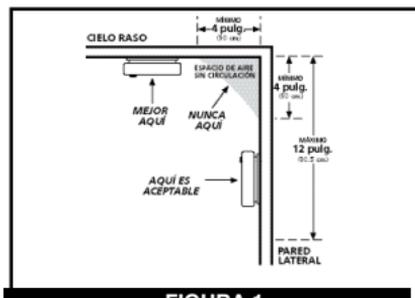

FIGURA 1
- Cuando instale una alarma en el cielo raso, colóquela a un mínimo de 4 pulgadas (unos 10 cm) de la pared lateral. (ver FIGURA 1).
- Cuando instale una alarma en la pared, use una pared interna, y ponga la parte superior de la alarma a un mínimo de 4 pulgadas (unos 10 cm) y un máximo de 12 pulgadas (unos 30.5 cm) bajo el cielo raso. (ver FIGURA 1).
Las casas rodantes construidas durante los pasados cinco a siete años han sido diseñadas para ahorrar energía. Instale las alarmas de humo como se recomienda a continuación (Refiérase a LUGARES RECOMENDABLES y a la FIGURA 1 y 2).
Las casas rodantes que no han sido aisladas de acuerdo a los estándares actuales, para el calor o frío extremo, pueden ser traspasadas desde afuera hacia adentro a través de paredes y techos. Esto puede crear una barrera térmica la cual puede impedir que el humo llegue a la alarma instalada en el cielo raso. En este tipo de viviendas, instale la alarma de humo en una pared interior, con la parte superior de la alarma a un mínimo de 4 pulgadas unos 10 cm) y un máximo de 12 pulgadas (unos 30.5 cm) bajo el cielo raso (ver FIGURA 1).